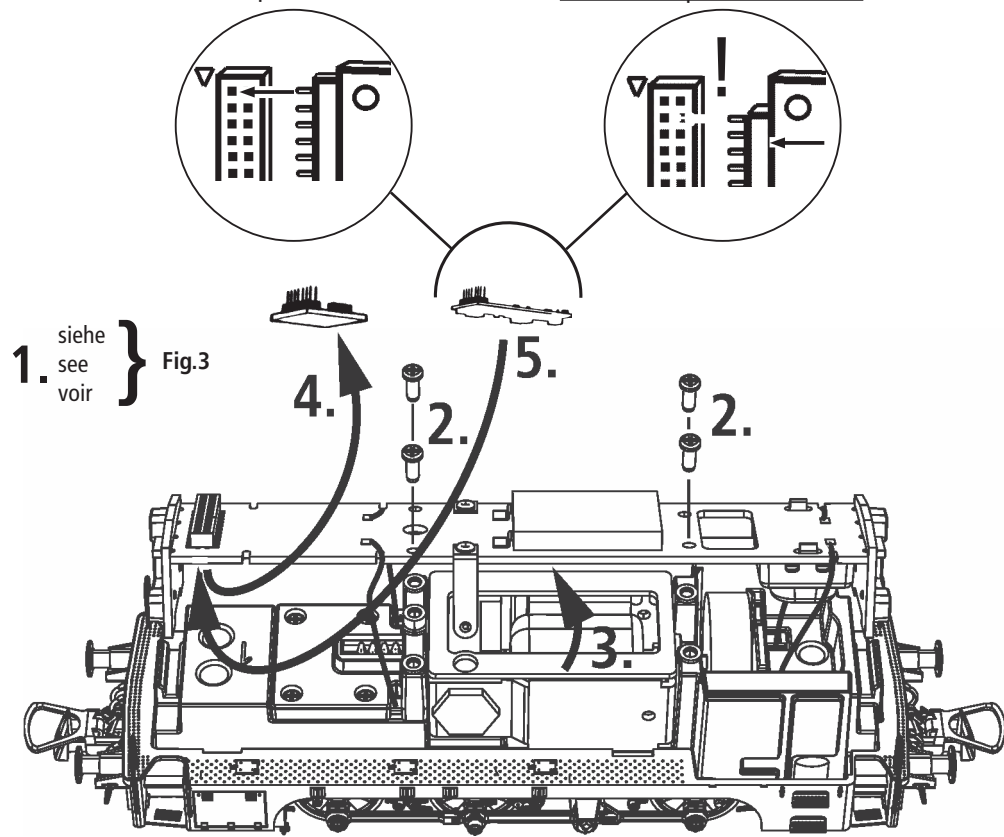
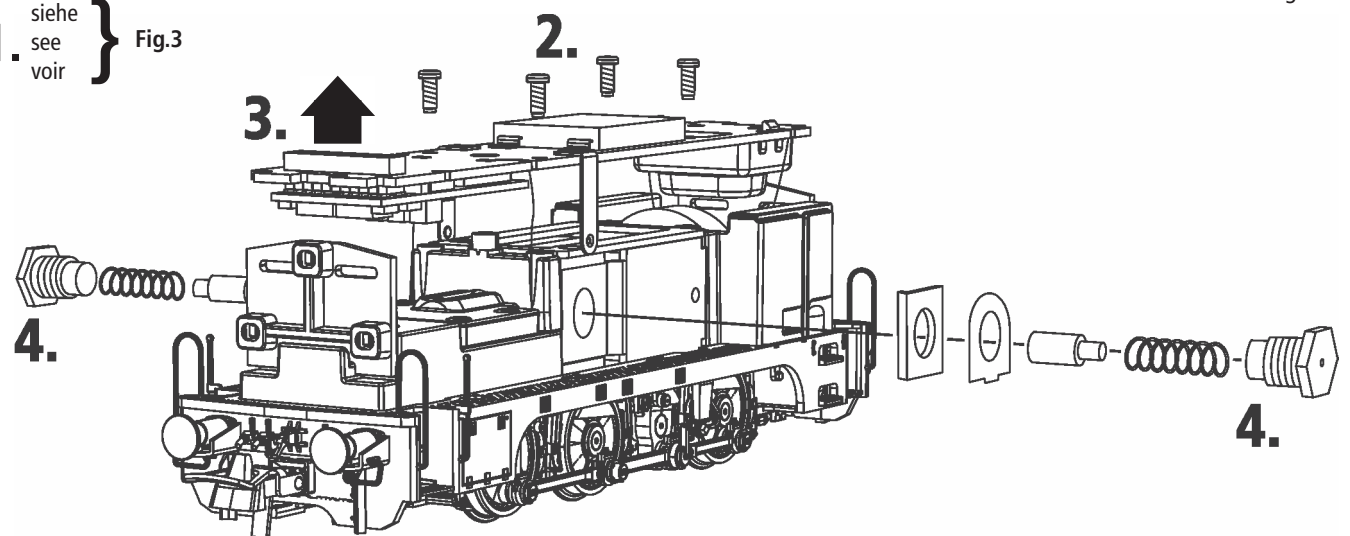

Fig. 6
Fig. 4
3. Haftreifenwechsel: Zuerst die Drehgestellblende abnehmen (Fig. 4). Danach den **Radsatz** herausnehmen und die **Haftreifen** mit einer Nadel od. mit einem feinen Schraubendreher abziehen (Fig. 6). Beim Aufziehen der neuen Haftreifen darauf achten, dass diese sich nicht verdrehen.
4. Kohlebürstenwechsel: Lokgehäuse abnehmen (Fig. 3). Danach wird der Motor ausgebaut und die Kohlebürsten ausgewechselt (Fig. 4).
3. Change of traction tyre: Remove the bogie blind (fig. 4). Take out **wheel set** and remove **traction tyre** using a pin or a fine screwdriver (fig. 6). When pressing on the new traction tyre please **avoid twisting it**.
4. Carbon Brush Changing: First remove locomotive body (fig. 3), and then the motor (fig. 4).
Démontez d'abord **les flancs de bogies** des engrenages (fig. 4). Délogez ensuite les essieux bandagés et enlevez, à l'aide d'une aiguille ou d'un tournevis fin, les bandages d'adhérence (fig. 6). Lors du montage des nouveaux bandages veuillez veiller à ce que les bandages **ne soient pas tor-dues**.
4. Remplacement des balais du moteur: Démontez la caisse (voir fig. 3). Démontez ensuite le moteur et échangez le balais (fig. 4).